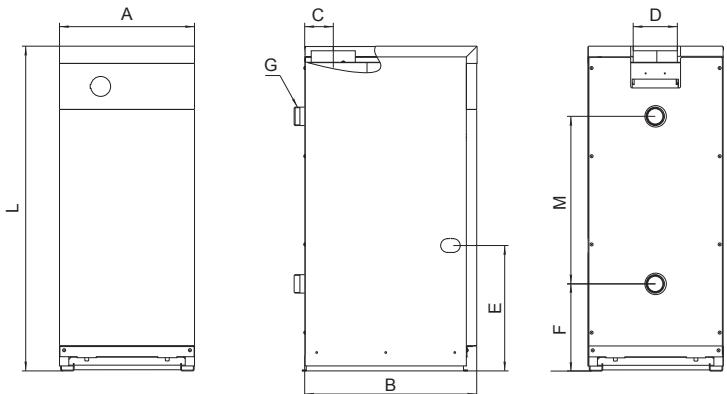

рис. 1 – Общий вид, габаритные и присоединительные размеры котлов
- Общий вид и габаритные размеры котла представлены на рис. 1.